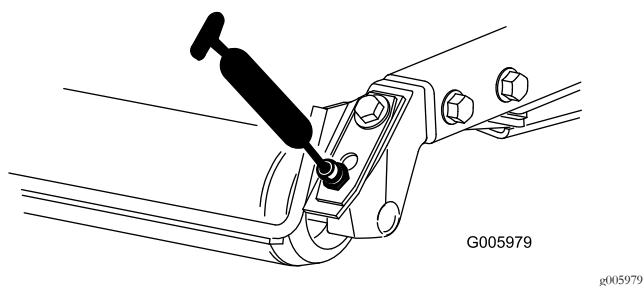

Figura 37
- Cuscinetti del rullo posteriore (2 per piatto) come illustrato nella Figura 37